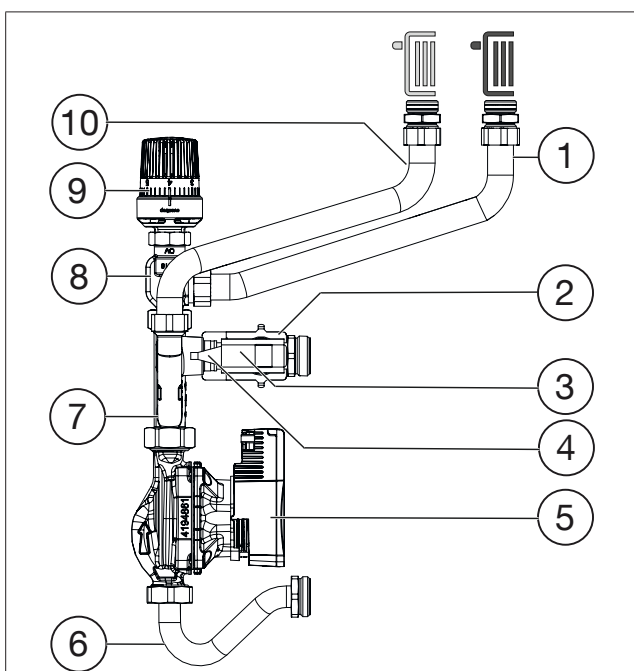
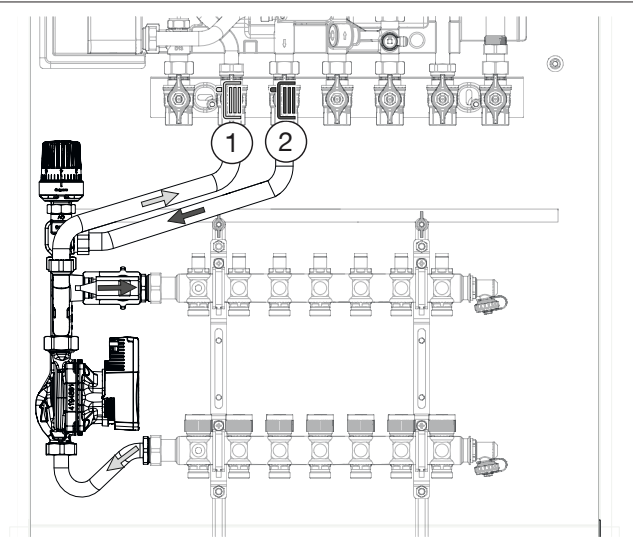

Fig. 2: Configuration du module de réglage de la température de départ
Fig. 4: Bouclage de l'eau de chauffage dans le module de réglage de la température de départ
La température de départ désirée est réglée à l'aide du régulateur de température (voir Fig. 2 en page 27 (9)). Dès que la sonde en applique (voir Fig. 2 en page 27 (4)) détecte une température de chauffage trop basse, le régulateur de température ouvre le robinet (voir Fig. 2 en page 27 (8)). De l'eau chaude de l'aller de la station d'appartement «Regudis W-HTE» entre dans le module de réglage de la température de départ et est mélangée avec l'eau de chauffage. Dès que la température de départ réglée est atteinte, la régulateur de température ferme le robinet. Le bouclage de l'eau de chauffage du module de réglage de la température de départ dans les circuits de chauffage individuels du distributeur/collecteur pour surfaces chauffantes (voir Fig. 4 en page 28) est effectué par le circulateur à haut rendement (voir Fig. 2 en page 27 (5)).
1. Raccorder le module de réglage de la température de départ au distributeur/collecteur pour surfaces chauffantes (Fig. 4 en page 28). Veillez au raccordement correct de l'aller et du retour.